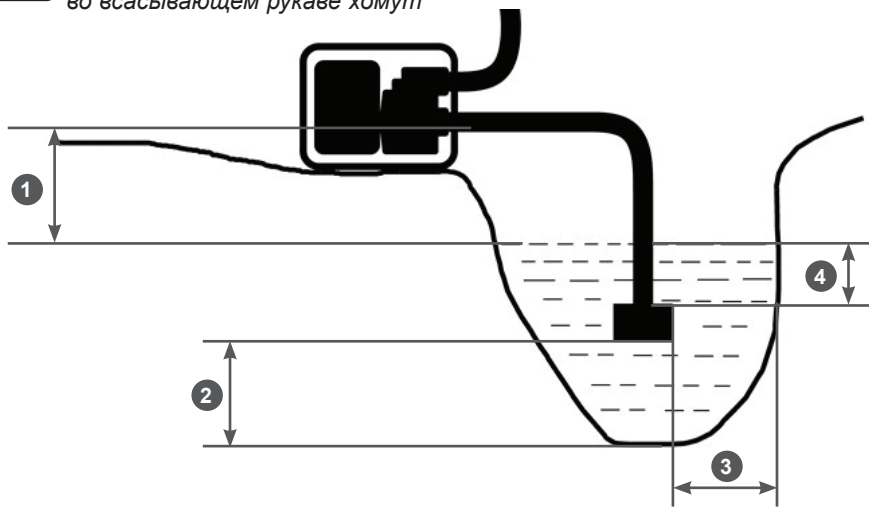

Рис. 12. Расположение мотопомпы и всасывающего фильтра
1. Установите мотопомпу вблизи водоема (емкости) на твердую ровную горизонтальную поверхность, опустите всасывающий рукав с установленным фильтром в водоем (емкость), обеспечив вертикальное положение фильтра. При расположении всасывающего рукава с установленным фильтром соблюдайте все требования, указанные на Рис. 12.
- Необходимо установить мотопомпу как можно ближе к источнику воды. Чем меньше высота расположения мотопомпы по отношению к уровню забора воды (Рис. 12 п. 1), тем быстрее происходит всасывание воды и выше производительность насоса.
Не превышайте высоту расположения мотопомпы по отношению к уровню забора воды (Рис. 12 п. 1).
4. В процессе откачивания воды из водоема (емкости) уровень воды в водоеме будет естественным образом понижаться. Если требуемые расстояния (Рис. 12 п. 2, 3, 4) между всасывающим фильтром, стенками и дном водоема не соблюдаются, откачивание воды следует прекратить.